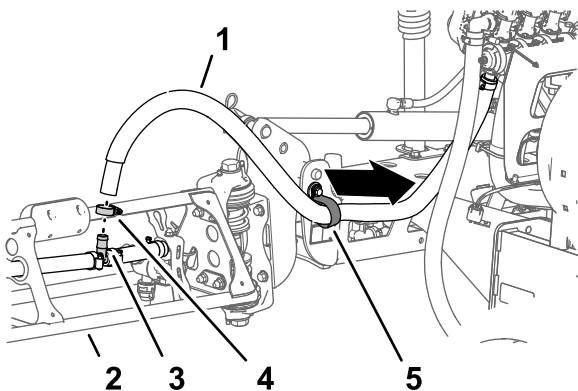

Figura 33
2. Retire o tubo da união em T (Figura 33).
3. Retire a extremidade livre do tubo do grampo em R (Figura 33).
1. Na secção de pulverização exterior, retire a braçadeira de tubos que prende o tubo da secção do pulverizador à união estriada em T (Figura 33).